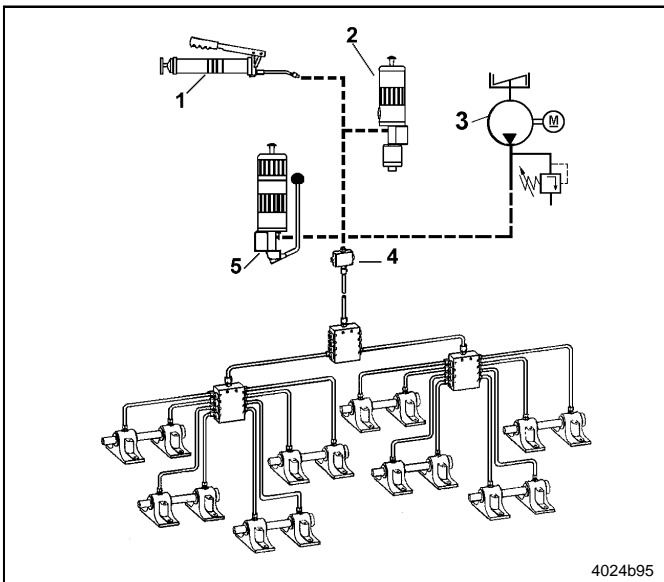

Abb. 13 Anschlussmöglichkeiten von Pumpen
- QUICKLUB - Progressiv - Verteiler bieten die Möglichkeit, mehrere Schmierstellen an einer Maschine auf einen oder auf mehrere zentrale Abschmierpunkte zu reduzieren, wie hier in Abb. 13 als Grundkonzept gezeigt ist.